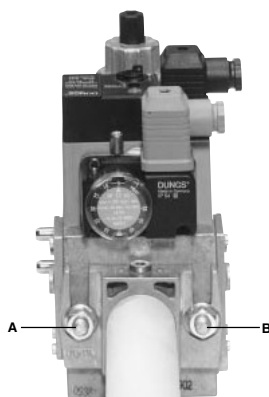

Рис. 5
3. Затянуть винты А, В, С и D (Рис. 5 - Рис. 6), (Рис. 8), соблюдая дистанции монтажа (Рис. 8);